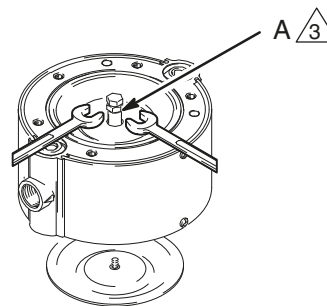

図 5
2. シャフト (5) から 1 つのダイアフラム (6) を手で外してください。図 5 を参照してください。
3. M8 六角ナット (A) を M8 ボルトにねじ込みます。ボルトが底に到達するまで、シャフト (5) にねじ込みます。ナットをシャフトに到達するまでねじ込み、ロックします。
4. ナットをレンチまたは万力で固定し、シャフトが回転しないように保持します。もう一方のダイアフラム (6) を手で外します。